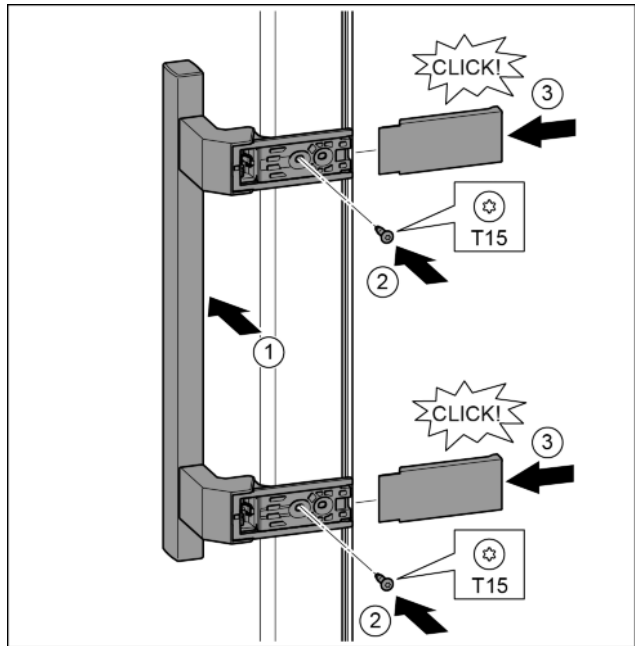

Fig. 39
- ▶ Aplicați mânerul pe partea opusă. *Fig. 39 (1)*
- ▶ Înșurubați ferm șuruburile cu șurubelnița T15. *Fig. 39 (2)*
- ▶ Aplicați și împingeți capacele laterale. *Fig. 39 (3)*